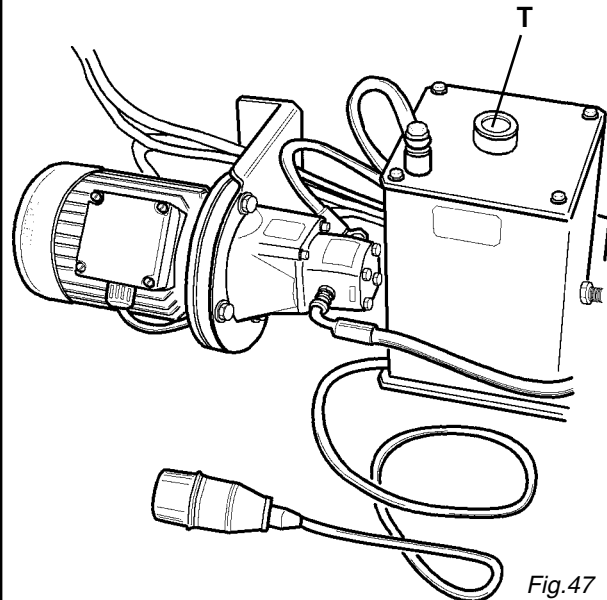

Fig.47
Controllare periodicamente il livello olio in centralina oleodinamica, mediante l'apposita asta posta sotto il tappo (T) della centralina stessa. (Fig. 47)